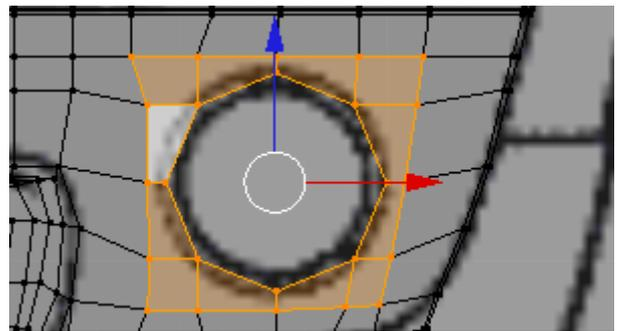

Figura 4.206
10. Crie novas faces entre os vértices da malha do pára-choques frontal em torno do octógono e os vértices do octógono, **[F]**, figura 4.206.